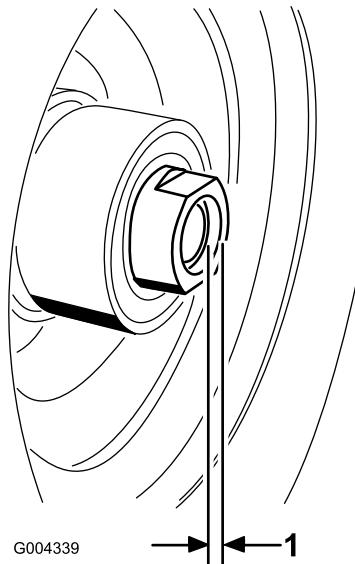

Figura 29
11. Si se retiraron ambas tuercas espaciadoras del eje, aplique adhesivo sellador de roscas a la tuerca espaciadora. Instale las tuercas espaciadoras en el eje dejando que sobresalgan 3 mm del eje (Figura 29).
16. Apriete la tuerca espaciadora a 8-9 Nm, luego aflojela y apriételo de nuevo a 2-3 Nm. Asegúrese de que el eje no sobresale de ninguna de las tuercas (Figura 29).